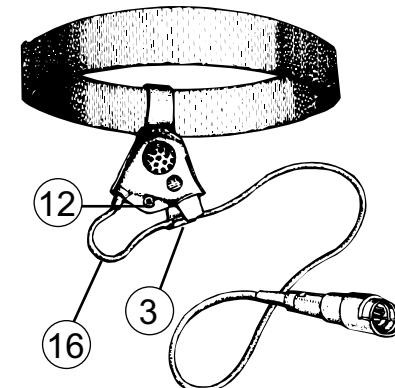

FIGURA 9
Cerrar el corchete (12) (figura 9).